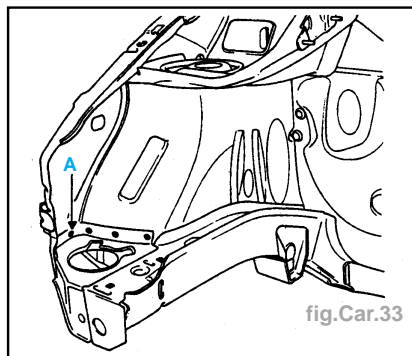

fig.Car.33
- Soudure (fig. Car.33).
**Nota.** Le point (A) est en trois épaisseurs.